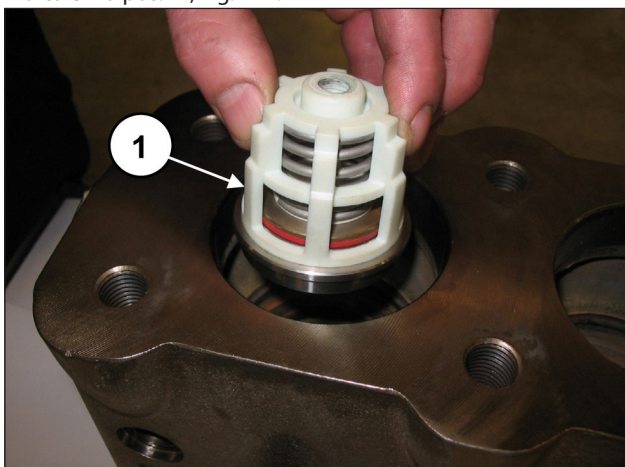
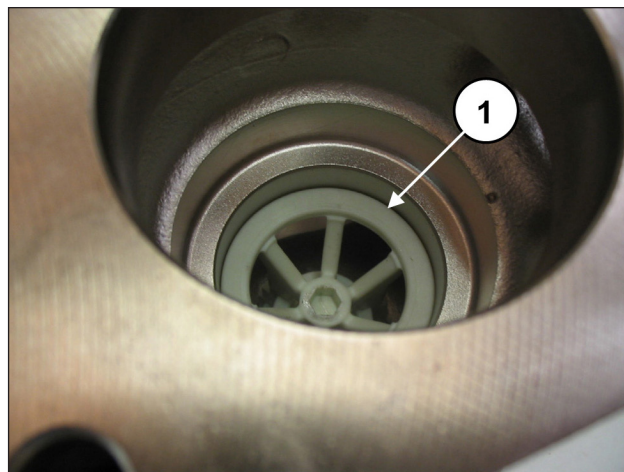

Fig. 113
Fig. 114
Comprobar que la junta tórica y la anilla anti extrusión estén colocadas de manera correcta en el alojamiento. Introducir el grupo de la válvula de aspiración (pos. ①, Fig. 113) y, a continuación, el distanciador (pos. ①, Fig. 114). El grupo de la válvula se ha de introducir a fondo como se indica en la pos. ①, Fig. 114.